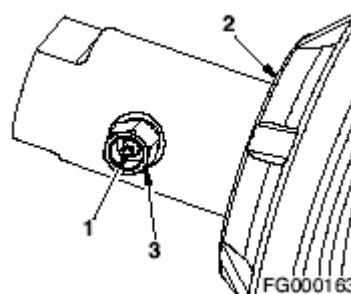

Рисунок 142
5. Натяжение гусеничной ленты осуществляется через пресс-маслёнку (1, Рисунок 142) в середине каждой боковой рамы. Добавление смазки увеличивает длину регулировочного цилиндра (2). Чем больше регулировочный цилиндр, тем сильнее давление пружины натяжения, выталкивающее натяжное колесо гусеницы наружу.
6. Если не были обеспечены достаточное провисание и клиренс и натяжение гусеницы слишком сильное, натяжное колесо и регулировочный цилиндр могут втянуться назад, выпустив смазку через отверстие в клапане (3, Рисунок 142).
ПРИМЕЧАНИЕ: После окончания регулировки гусеницы при открытом клапане (3, Рисунок 142), не забудьте его затянуть с моментом затяжки 14 кг•м (137 Нм, 101 футо-фунт).
Нельзя ослаблять или снимать пресс-маслёнку (1, Рисунок 142), если давление не было полностью сброшено путём медленного ослабления клапана (3, Рисунок 142).